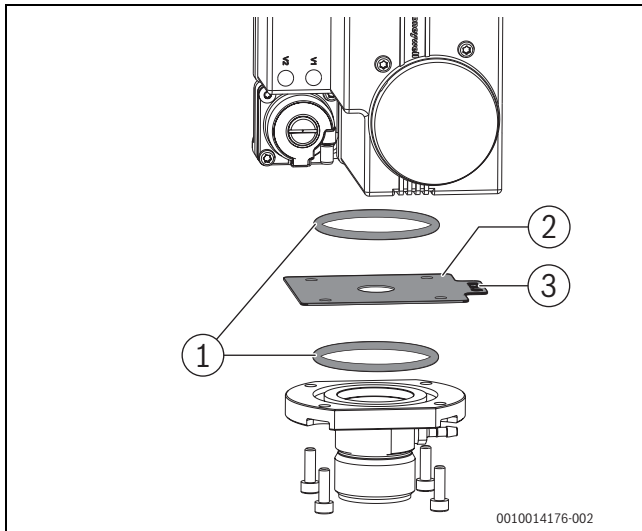

Bild 25 Gasblende austauschen (Kesselgröße 75; 100; 150 [bis V03]; 200 – 300 kW)
- ▶ Gasblende (→ Bild 25 und 26, [2]) abnehmen und gegen die der gelieferten Gasart entsprechende Gasblende austauschen (→ Tab. 9).
- ▶ O-Ringe (→ Bild 25 und 26, [1]) auf Beschädigung prüfen und gegebenenfalls austauschen.
Gasblende mit der Beschriftung (→Bild 25 [3]) nach oben einlegen, Beschriftungslasche nach rechts zeigend.